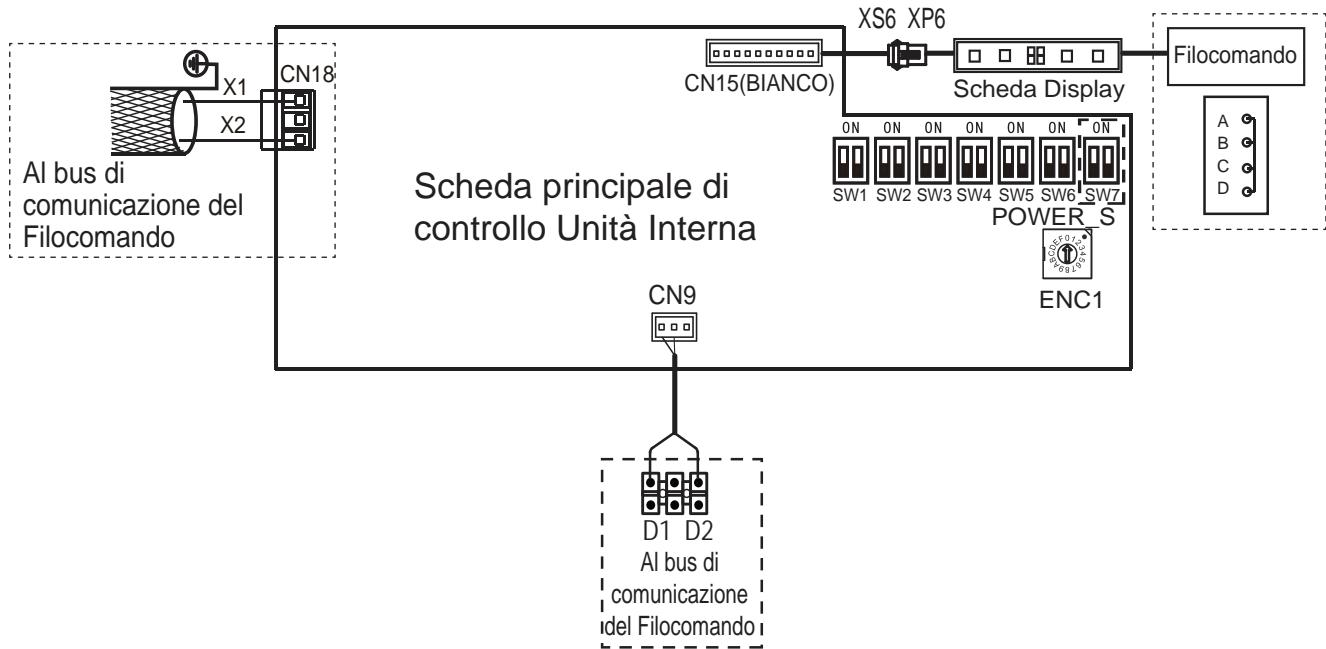

Fig. 6.10
- Le porte X1/X2 ai lati della scheda principale di controllo e la porta di comunicazione unidirezionale (lato scheda display) sono per diversi tipi di Filocomando (vedi Fig. 6.10).